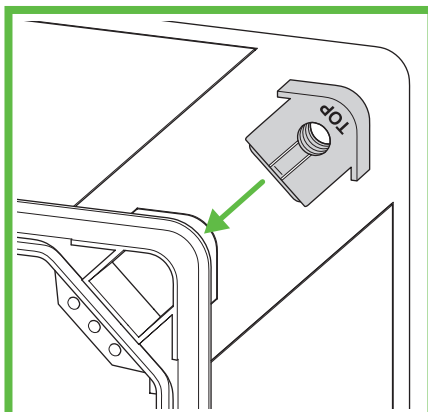
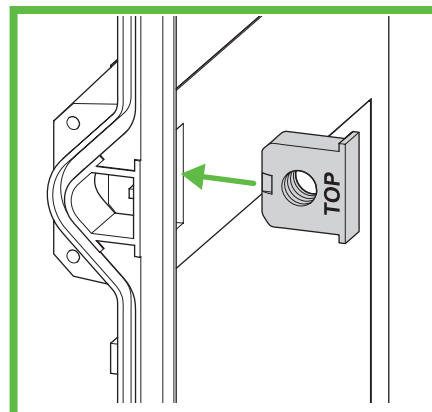

Imagen 8: Colocación del inserto roscado (vista angular)
Imagen 9: Colocación del inserto roscado (vista lateral)
- ▶ Monte los insertos roscados (Imagen 8 y Imagen 9). La inscripción "TOP" debe quedar hacia la tapa del cuadro.